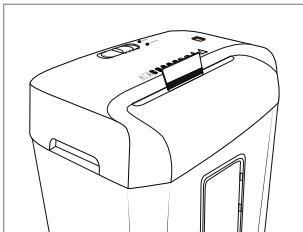

Fig. 3
- ◆ Indfør kreditkortet ovenfra midt i skæreåbningen **8** (se fig. 3), og stil omskifteren **REV/OFF/AUTO/FWD 2** på position **FWD** („forward“ [engelsk] = fremad). Du kan altid kun makulere et kreditkort ad gangen. Indfør det altid med den brede side forrest i skæreåbningen **8**. Ellers makuleres magnetstrimlen ikke.